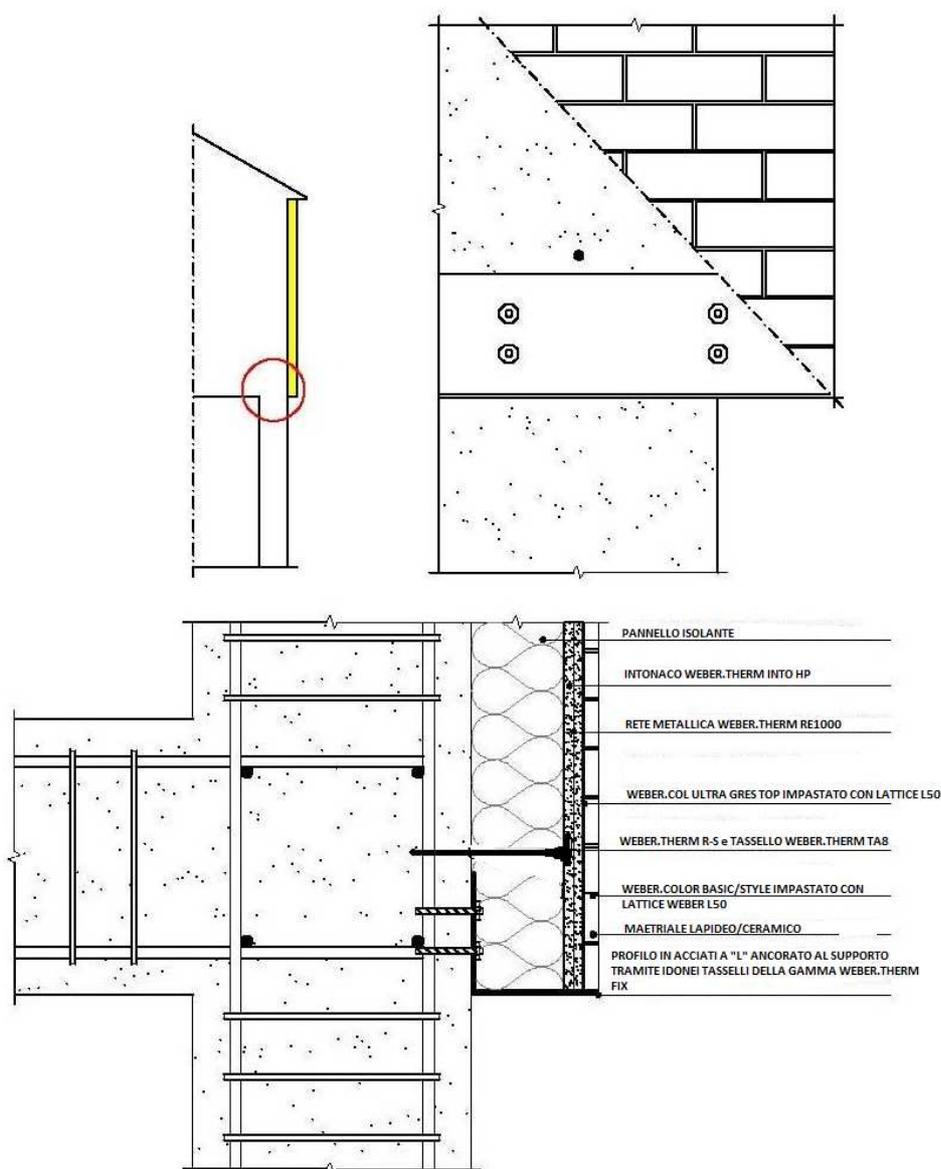

Figura 3.2
Realizzare una prima fascia utilizzando pannelli **weber.therm F100**, **weber.therm G100**, **weber.therm XR**, **weber.therm XW**, **weber.therm PF022** di altezza pari a 30 cm e di spessore pari a quello dei pannelli in fibra minerale; tali pannelli dovranno essere incollati al supporto utilizzando un idoneo adesivo rasante della gamma **weber.therm AP60** (applicato con spatola dentata in spalmatura completa) e fissati meccanicamente con tasselli della gamma **weber.therm TA**. Nel caso di ciclo Pietra, per formati di piccola pezzatura con pesi superiori a 40 kg/mq si consiglia di prevedere un profilo in acciaio di supporto a "L" ancorato alla muratura tramite idonei sistemi di fissaggio della gamma **weber.therm fix** (figura 3.2).
- per formati di piccola pezzatura (pietra spaccata) ma con pesi superiori a 40 kg/mq, in caso di partenze in quota ed in corrispondenza di aperture (porte, finestre, ecc.) si suggerisce di prevedere un profilo di supporto ad "L" in acciaio ancorato alla muratura (figura 3.2).